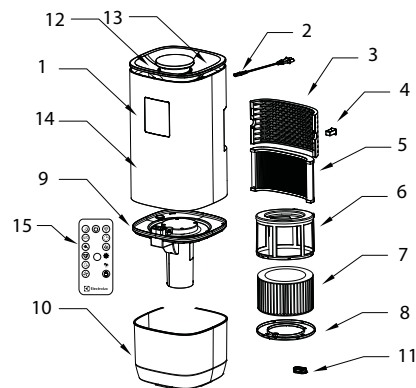

Рис. 1
6. Снимите корпус прибора 14 (рис.1) с поддона 10 (рис.1)
8. Верните корпус 14 (рис. 1) на исходное место
9. Снимите решетку 3 (рис.1) с прибора, извлеките фильтр и удалите с него защитную пленку.